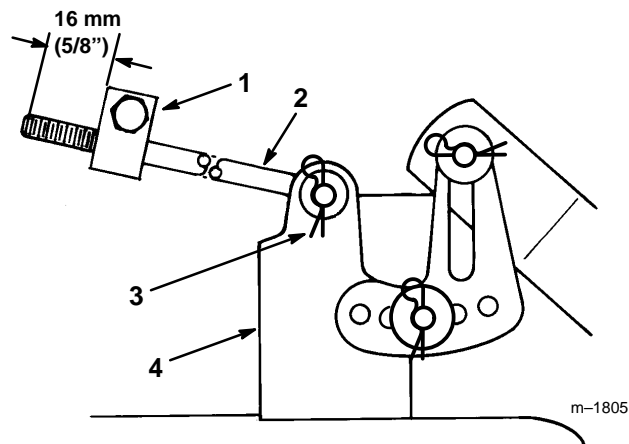

Figure 49
6. Mesurer la longueur de tige qui dépasse de l'avant du bloc de réglage sur les côtés du châssis (Fig. 49). Si cette longueur n'est pas de 16 mm (5/8"), retirer la goupille épingle et la rondelle de l'extrémité de la tige (Fig. 49), et visser ou dévisser la tringle jusqu'à obtenir la